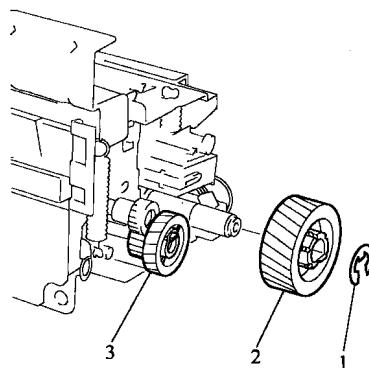

图 2-2 更换步进齿轮
(2) 更换步进齿轮。参照图 2-2 更换步进齿轮(拆下 E 型环 1 和齿轮 2,然后更换步进齿轮 3)